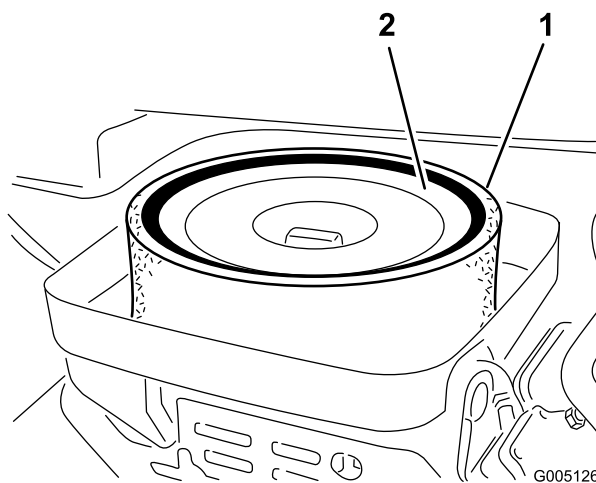

Figure 48
3. Si l'élément en mousse est encrassé, sortez-le de l'élément en papier (Figure 48). Nettoyez-le soigneusement comme suit :